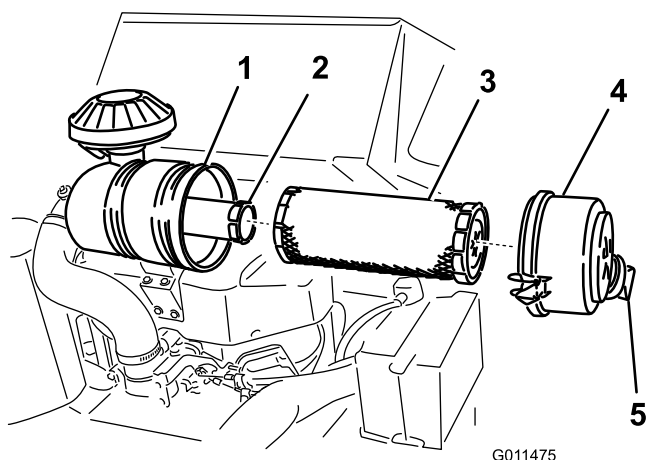

Figura 34
3. Abra los cierres del limpiador de aire y tire de la tapa del limpiador de aire para separarla de la carcasa del limpiador de aire (Figura 34).
1. Extraiga con cuidado el filtro primario del cuerpo del limpiador de aire (Figura 34). Evite golpear el filtro contra el lado de la carcasa.
4. Si va a cambiar el filtro de seguridad, deslice cuidadosamente el filtro nuevo en el cuerpo del filtro (Figura 34).
5. Deslice cuidadosamente el filtro primario por encima del filtro de seguridad (Figura 34). Asegúrese de que está bien asentado empujando sobre el borde exterior del filtro mientras lo instala.
6. Instale la tapa del limpiador de aire con el tapón antipolvo orientado según se muestra en Figura 34, y cierre los enganches.